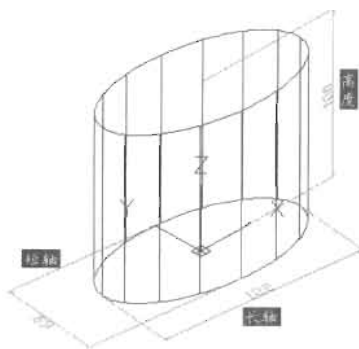

图 14-22
(2) 已知底面中心坐标为 (0,0,0), 高度为 100, 长、短轴的长度分别为 60mm、120mm。在命令提示行输入 Cylinder 命令并回车, 绘制如图 14-22 所示的椭圆柱体, 命令执行过程如下。